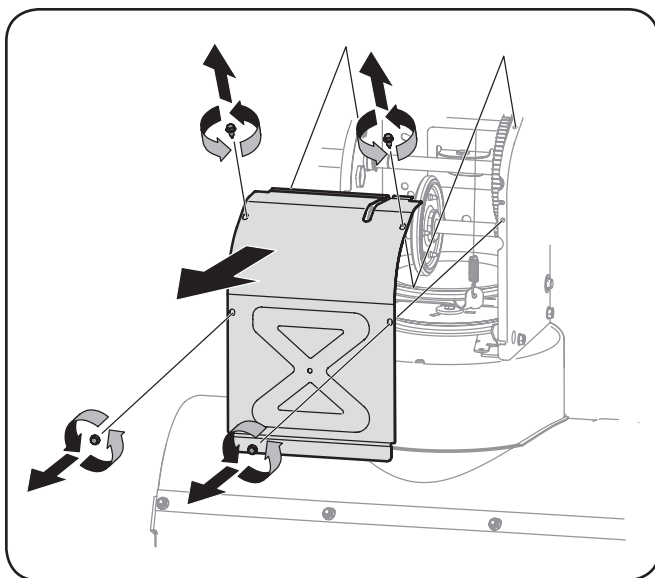

Figura 7-4
3. Saque la cubierta del marco desde debajo de la máquina quitanieve retirando los tornillos autorroscantes que la sujetan. Consulte la Figura 7-4 on page 20.
6. Saque la cubierta del marco desde debajo de la máquina quitanieve retirando los tornillos autorroscantes que la sujetan. Consulte la Figura 7-4